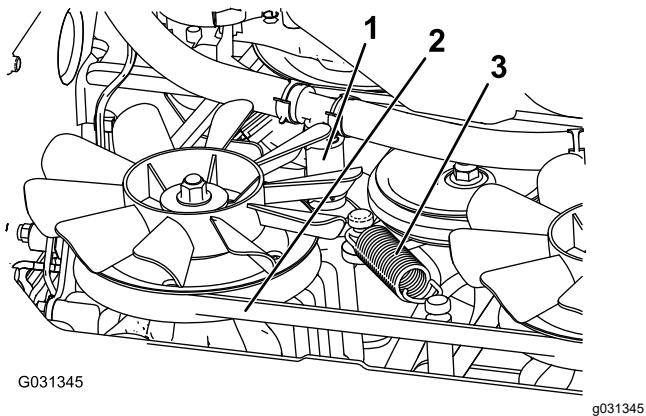

Figure 68
5. Débranchez le flexible hydraulique inférieur (Figure 68).
6. Enlevez le ressort de tension (Figure 68).
7. Enlevez la courroie du tablier de l'embrayage et de la butée d'embrayage (Figure 68).